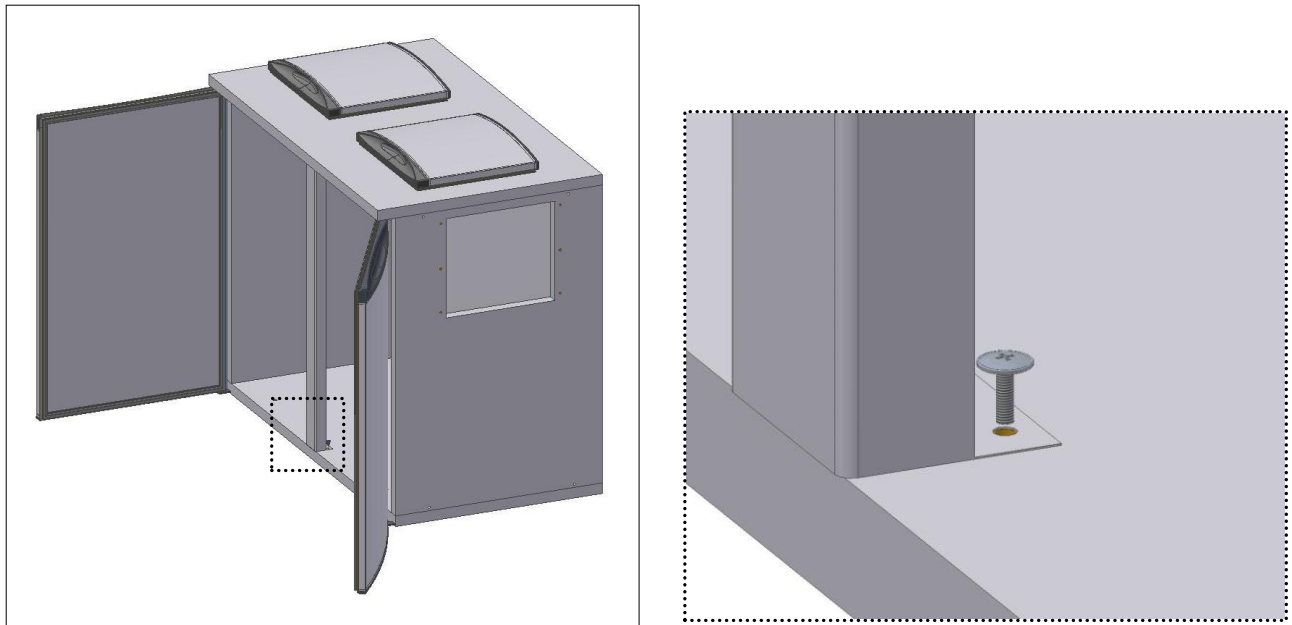

Fig. 10
- Fissare il **pilastro** al pannello del piano ed al fondo (Fig.10);